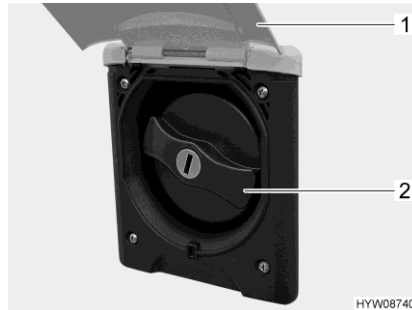

Bild 138 Verschlussdeckel (Trinkwasser-Einfüllstutzen)
- Außenklappe (Bild 138,1) nach oben schwenken.
- Blauen Verschlussdeckel (Bild 138,2) eine viertel Umdrehung drehen.